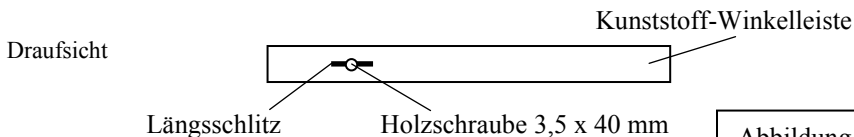

Abbildung 16
**Achtung:** Vor Befestigung der Kunststoff-Winkelabdeckleisten müssen diese mit Längsschlitz versehen werden. Die Schrauben fixieren die Winkleisten nur leicht, um ein Ausdehnen zu ermöglichen (s. Abb. 16).